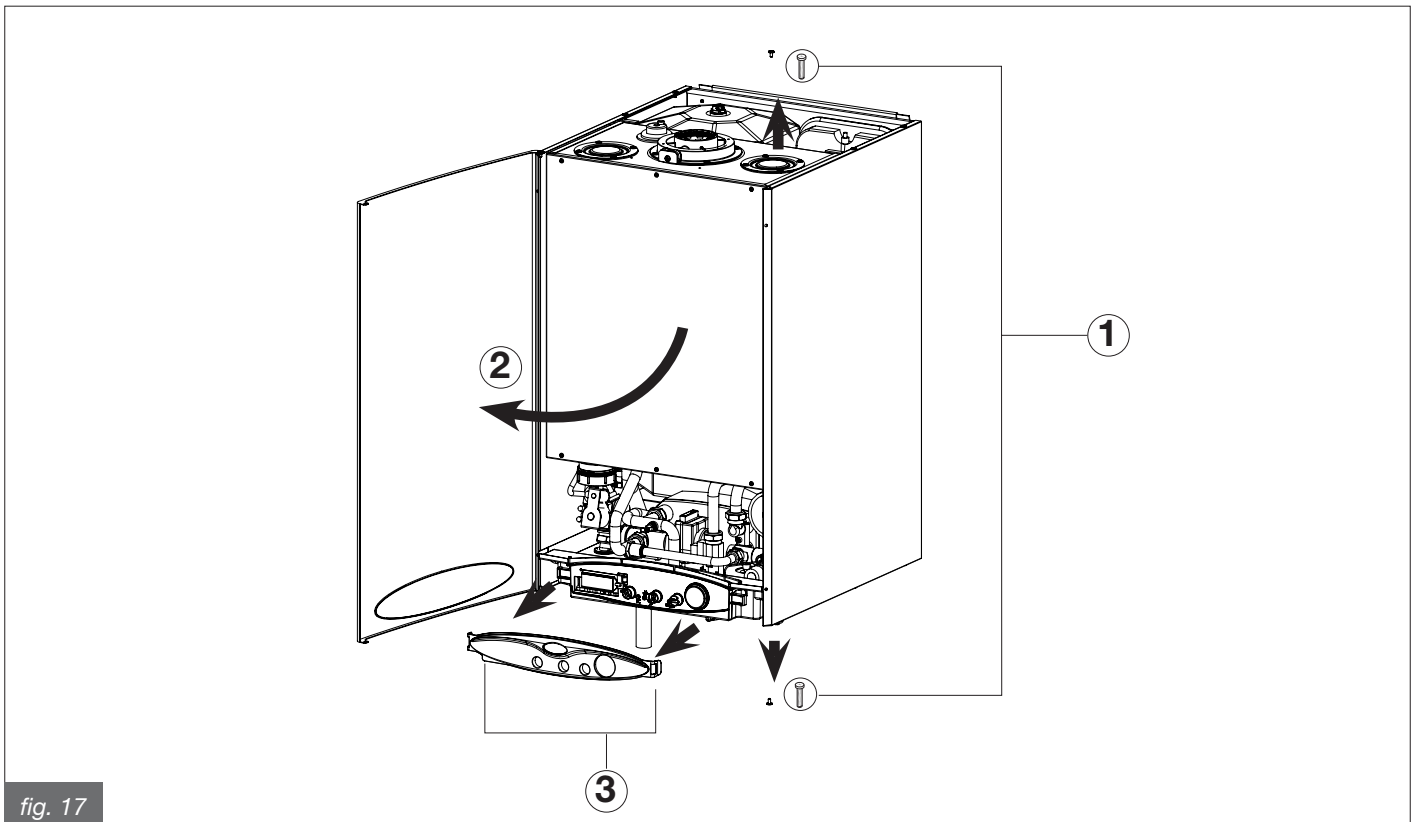

fig. 17
- togliere la mascherina del pannello comandi allargando i due ganci di destra e di sinistra che la fissano alla scatola e tirandola verso l'esterno (fig. 17).